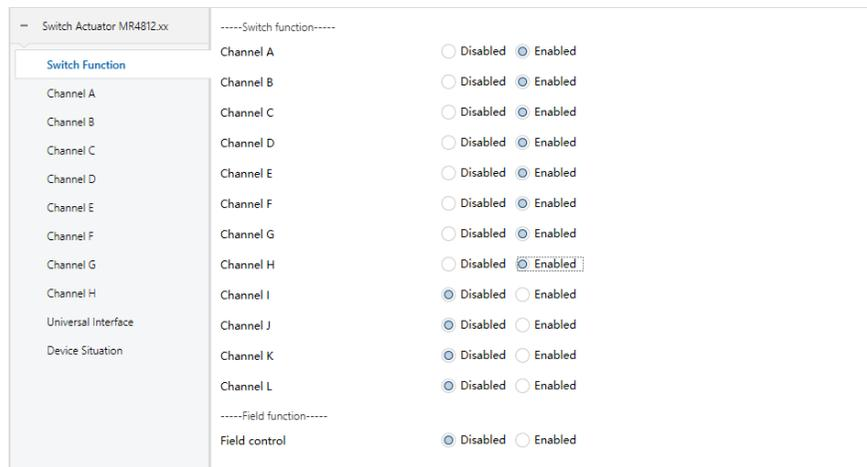

图 6.1.2
2) 设置完成后，界面如图 6.1.2 所示，出现如图红色方框内的 8 个选项。